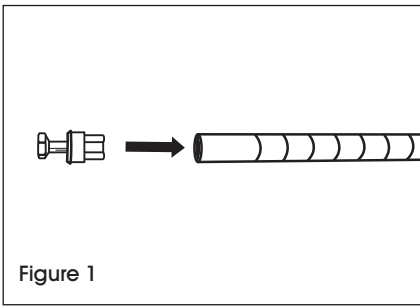

Figure 1
1. Make sure post is positioned as shown. (See Figure 1)
1. Assurez-vous que le montant est placé comme sur l'illustration. (Voir Figure 1)